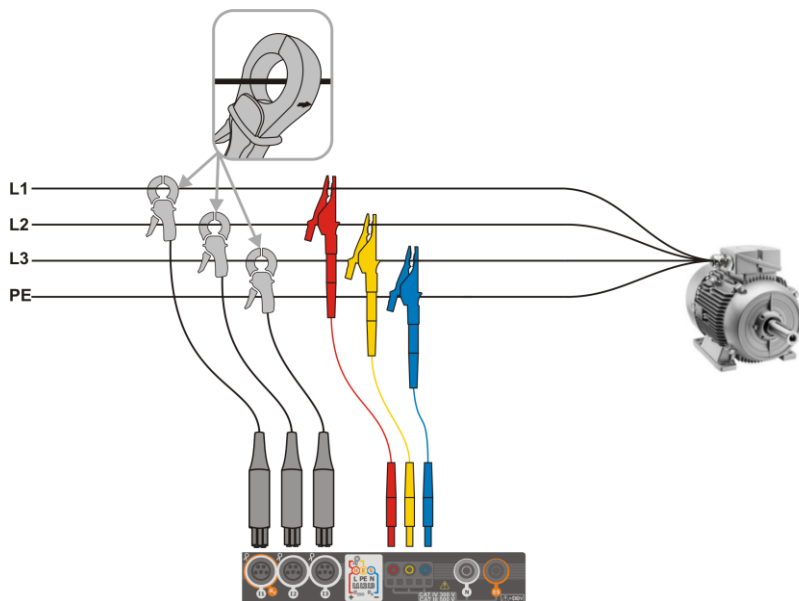
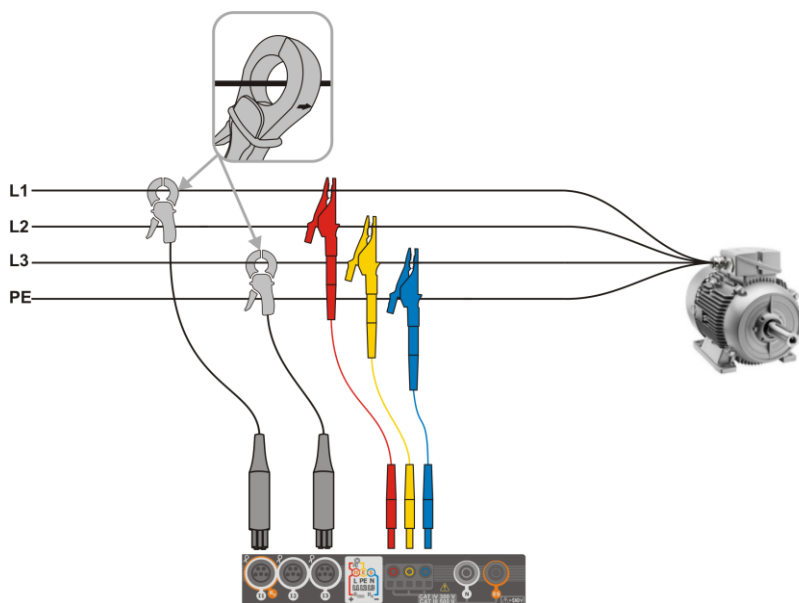

Fig. 5.7 Esquema de conexión – sistema trifásico con tres conductores de trabajo
Fig. 5.8 Esquema de conexión – sistema trifásico con tres conductores de trabajo (medición de corrientes mediante el método de Aron)
- trifásica de 3 hilos (Fig. 5.7, Fig. 5.8).
En los sistemas de tres conductores de AC se pueden medir las corrientes con el método de Aron (Fig. 5.8), usando sólo dos pinzas que miden las corrientes lineales I_{L1} y I_{L3} . La corriente I_{L2} se calcula entonces según la relación: